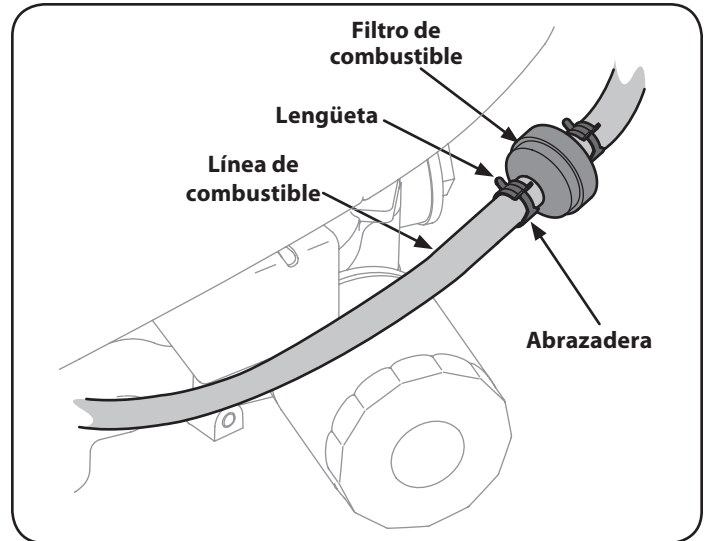

Figura 37
2. Utilice pinzas para apretar las lengüetas de la otra abrazadera (el lado fuera de línea del filtro de combustible), luego deslice la abrazadera alejándola del filtro de combustible. Gire y tire de la línea de combustible del filtro. Vea la Figura 37.